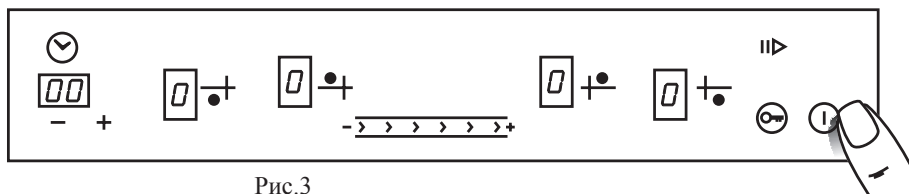

Рис.3
Коснуться зоны с знаком «①». Во всех окнах индикации конфорок загорится «0» (рис. 3).